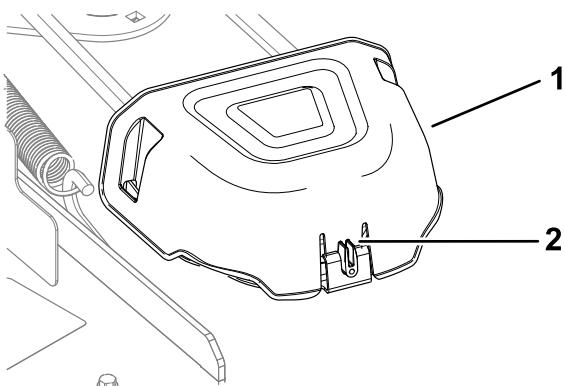

Figure 49
4. Appuyez sur la languette du couvercle pour déposer le couvercle des poulies (Figure 49).